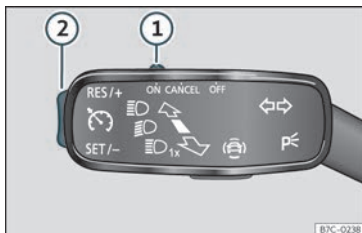

Fig. 155 No manípulo dos indicadores de mudança de direção: comandos para a utilização do GRA.
- Desloque o comando >>> **Fig. 155 ①** até **ON**.
- Pressione o botão >>> **Fig. 155 ②** na zona **SET/-**.
- Desloque o comando >>> **Fig. 155 ①** até **CANCEL** ou carregue no travão.
- Pressione o botão >>> **Fig. 155 ②** na zona **RES/+**.
Enquanto o GRA regula pode ajustar-se a velocidade guardada com a tecla >>> **Fig. 155 ②**:
- Para aumentar em passos de 1 km/h (1 mph) pressione brevemente o botão >>> **Fig. 155 ②** na zona **RES/+**.
- Para aumentar a velocidade ininterruptamente mantenha pressionado o botão >>> **Fig. 155 ②** na zona **RES/+**.
- Para reduzir em passos de 1 km/h (1 mph) pressione brevemente o botão >>> **Fig. 155 ②** na zona **SET/-**.
- Para reduzir a velocidade ininterruptamente mantenha pressionado o botão >>> **Fig. 155 ②** na zona **SET/-**.
- Desloque o comando >>> **Fig. 155 ①** para **OFF**.